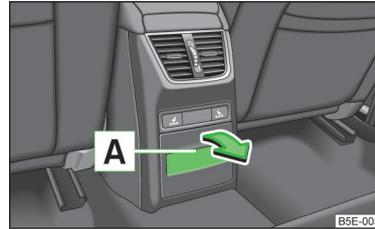

Abb. 75 Mittelkonsole hinten: Ablagefach
- Am Oberteil der Vertiefung **A** » Abb. 75 ziehen und das Fach in Pfeilrichtung aufklappen.